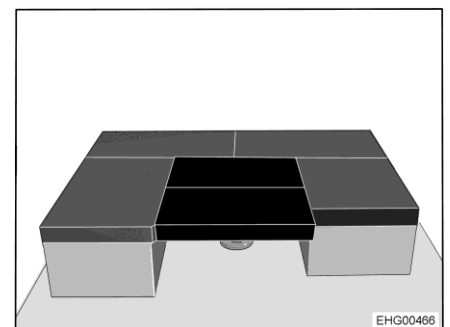

Fig. 175 Après la transformation
- Placer 2 coussins supplémentaires transversalement sur la table (voir Fig. 175).